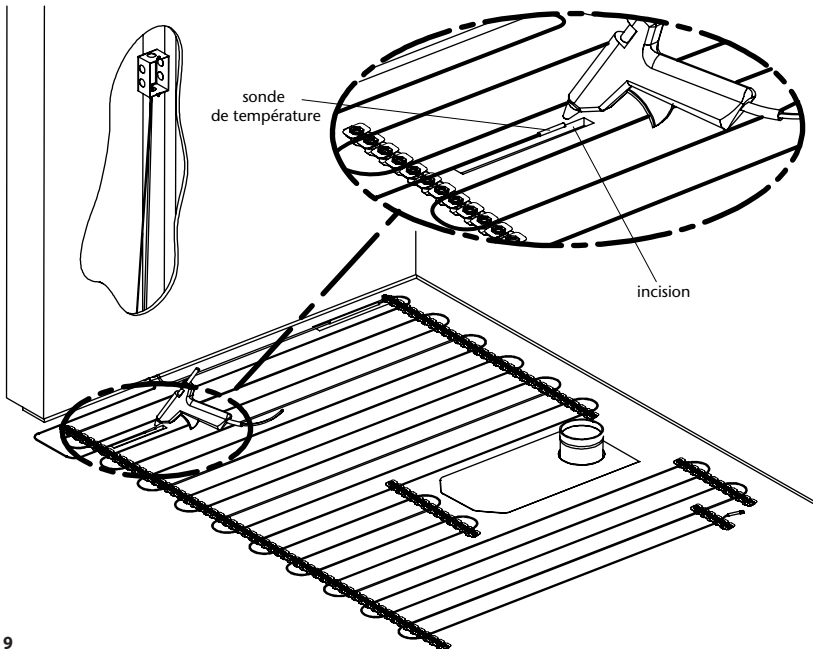

Figure 9
- Coller la sonde au sous-plancher (Figure 9). Celle-ci doit être solidement fixée au sous-plancher afin de rester en place au moment de verser le ciment ou autre liant équivalent (colle à base de ciment, colle à céramique, ciment autonivelant).